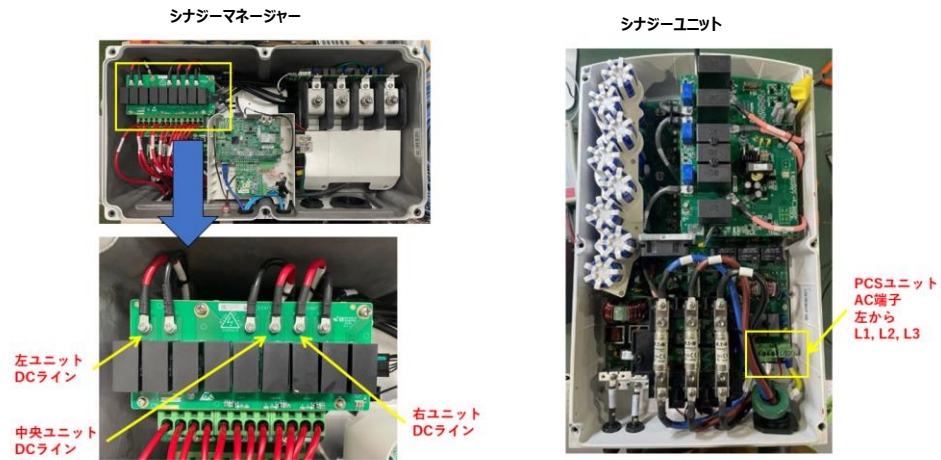

図 1
- ①シナジーマネージャー、各 DC スtring、シナジーユニット 3 台の接続ケーブルを全て外す
- ② DC Stringそれぞれの絶縁測定（※参照：絶縁不良のトラブルシューティング-アプリケーションノート内、P9「絶縁抵抗計を使用」のStringレベルでの絶縁抵抗計測方法）
- ③シナジーマネージャーの絶縁測定（※計測箇所は、図 1 参照）
- ④シナジーユニット 3 台のそれぞれの絶縁測定（※計測箇所は、図 1 参照）
- ⑤シナジーマネージャー、各 DC String、シナジーユニット 3 台を全て接続する
- ⑥ すべて接続した状態で上記③、④のいずれかで絶縁測定（※計測箇所は、図 1 参照）